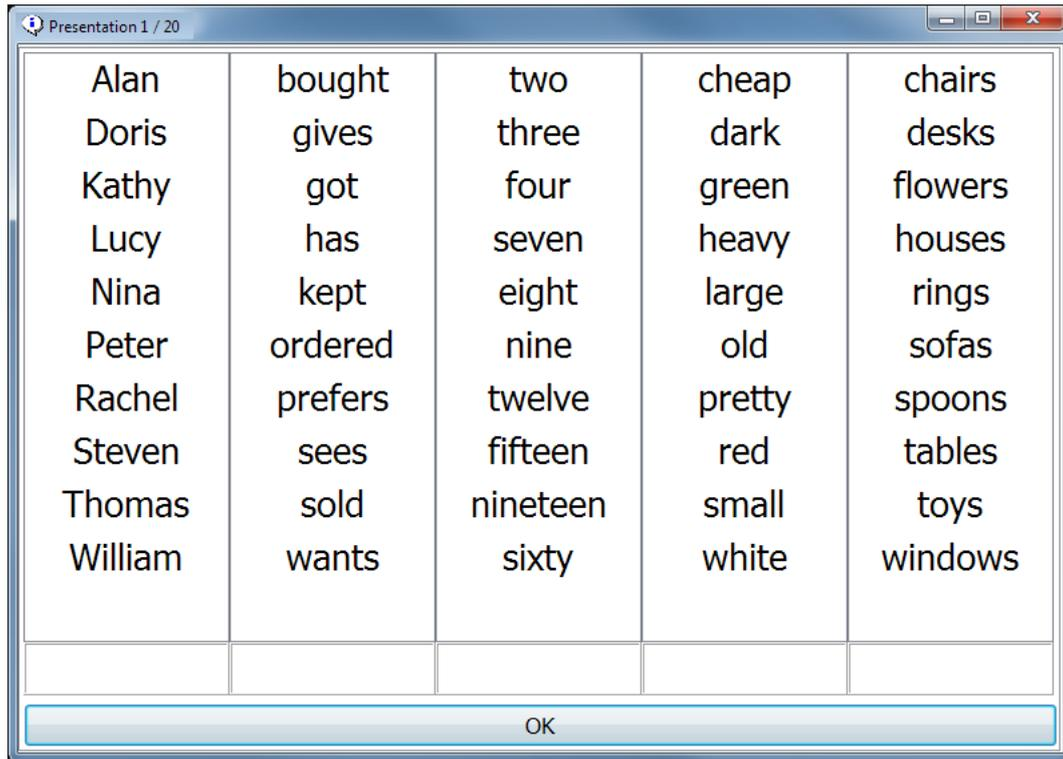

Abbildung 27: Auswahlmaske für die geschlossene Antworteingabe
Gleichzeitig wird eine Auswahlmaske angezeigt, die alle möglichen Antwortalternativen der Messung „Englischer (US) Matrix Test“ anzeigt (Abbildung 27). Dabei sind die jeweiligen Antwortalternativen der fünf Bestandteile der Sätze der Messung „Englischer (US) Matrix Test“ in Spalten angeordnet. Die erste Spalte enthält alle vorkommenden Namen, die zweite Spalte enthält alle vorkommenden Verben usw. Durch Anklicken der Wörter in der Antwortbox können Sie bzw. Ihr Patient/Kunde jeweils das Wort in einer Spalte markieren, das vom Patienten/Kunden richtig verstanden bzw. korrekt wiedergegeben wurde.